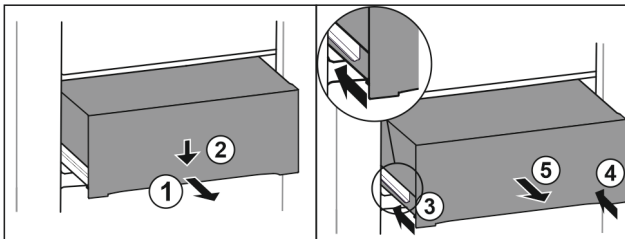

Fig. 91
- Schubfach halb herausziehen. Fig. 91 (1)
- Schubfach an der Vorderseite nach unten drücken. Fig. 91 (2)
- Linke Schiene etwa 2 cm einschieben. Fig. 91 (3)
- Rechte Schiene etwa 2 cm einschieben. Fig. 91 (4)
- Schubfach nach vorne entnehmen. Fig. 91 (5)